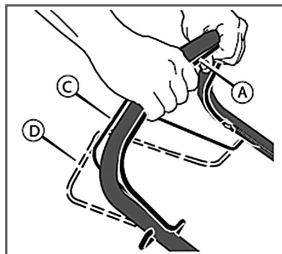

Рис. 10 Включение привода колес
1. Удерживайте рычаг останова двигателя (A) в рабочем положении (Рис. 10). Запустите двигатель.